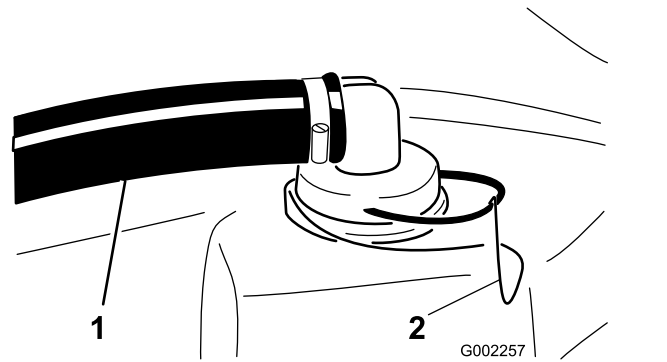

Figure 66
2. Au sommet de la cuve du pulvérisateur, retirez le dispositif de fixation qui maintient le raccord de flexible sur le grand flexible et le logement de la crépine (Figure 66).
3. Retirez le flexible et le raccord du logement de la crépine (Figure 66).